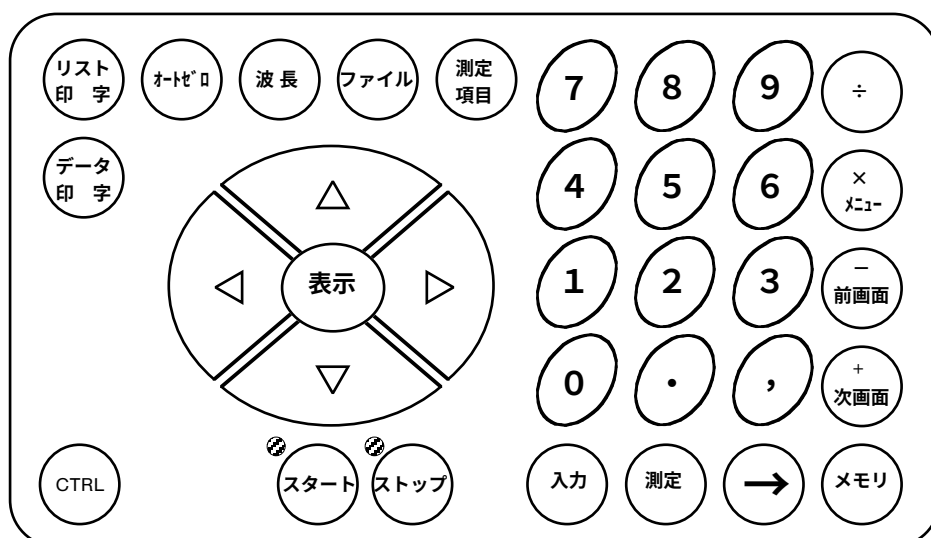

図5-6 紫外可視分光光度計装置図（日本分光製、V-520型）の操作パネル
- ①試料室 ②操作パネル（図5-6参照） ③LCD表示
④POWERスイッチ ⑤光源部 ⑥プリンタ